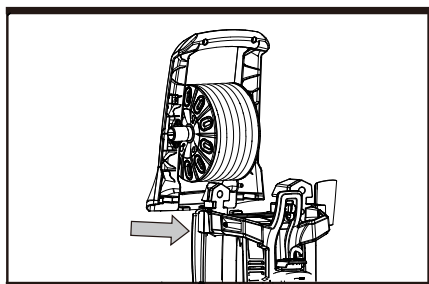

Рис. D1
3. Присоединение ручки (см. рис. D1, D2)